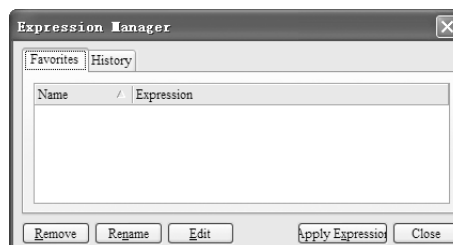

图 6-20 过滤器历史记录对话框
- “History”（历史）按钮：用于显示并载入曾经设置过的过滤器，可以大大提高搜索效率。单击该按钮，系统将弹出如图 6-20 所示的过滤器历史记录对话框，选中其中一个记录后，单击即可实现过滤器的加载。单击“Add To Favorites”（添加到收藏）按钮可以将历史记录过滤器添加到收藏夹。